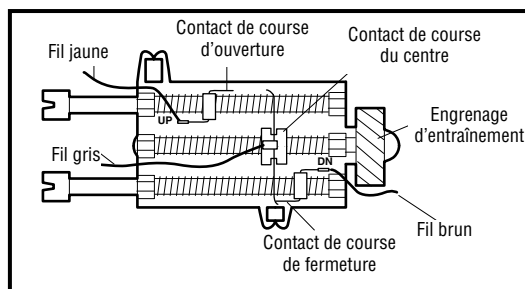

Figure 2
9. Placer le nouvel interrupteur de fin de course devant vous comme dans la figure 2. L'engrenage d'entraînement régit le mouvement du contact de course du centre vers la gauche (UP) ou vers la droite (DOWN). Faire tourner l'engrenage jusqu'à ce que le contact de course du centre touche le contact de course de fermeture.